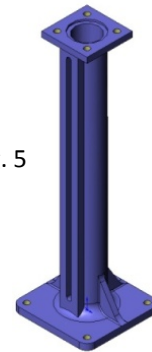

fig. 5
- Colonne di manovra retta (fig. 5)